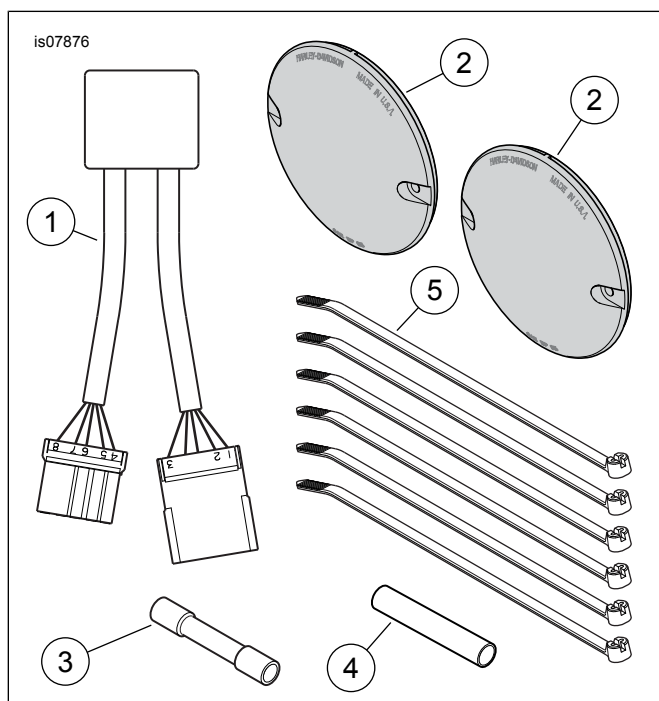

Figura 3. Parti di ricambio: Kit modulo ausiliario di conversione delle luci di arresto, di marcia diurna e degli indicatori di direzione
Vedere Figura 3 e Tabella 1.
2. Vedere Figura 3. Procurarsi il modulo degli indicatori di direzione (1) dal kit. Accoppiare i connettori del modulo ai connettori dal punto 1. Farlo scattare in sede.
6. Vedere Figura 3. Prendere una delle lenti rosse degli indicatori di direzione (2) dal kit. Installare la lente rossa nella scatola dell'indicatore di direzione posteriore. Fissare con le viti originali. Serrare a fondo. Ripetere queste operazioni per l'altra lente.